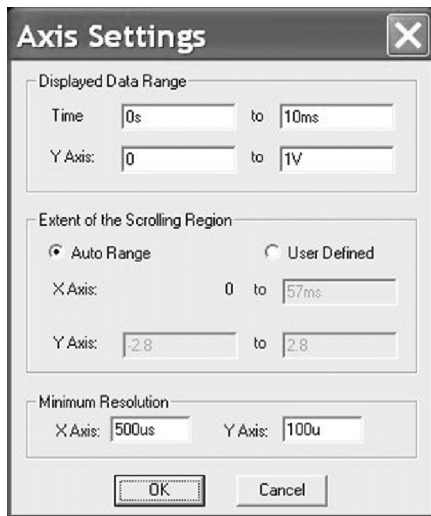

图 6.29 坐标轴设置
18. 从顶部工具栏选择菜单 **Plot > Axis Setting** 对坐标轴进行设置。如图 6.29 所示，对绘制图形的分辨率进行设置。